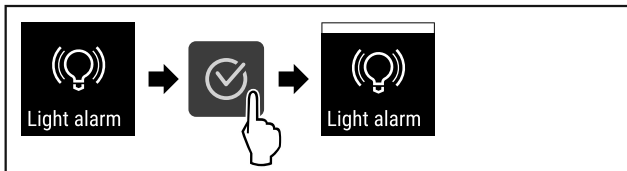

Fig. 119
- ▶ Genomför handlingsstegen (se Fig. 119) .